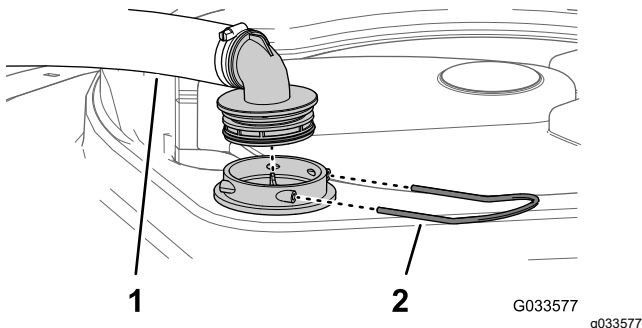

図 107
2. タンク上部で、フィルタハウジングからの太いホースについているフィッティングを固定しているリテーナを外す 図 107。
3. フィルタハウジングからホースとフィッティングを取り外す 図 107。